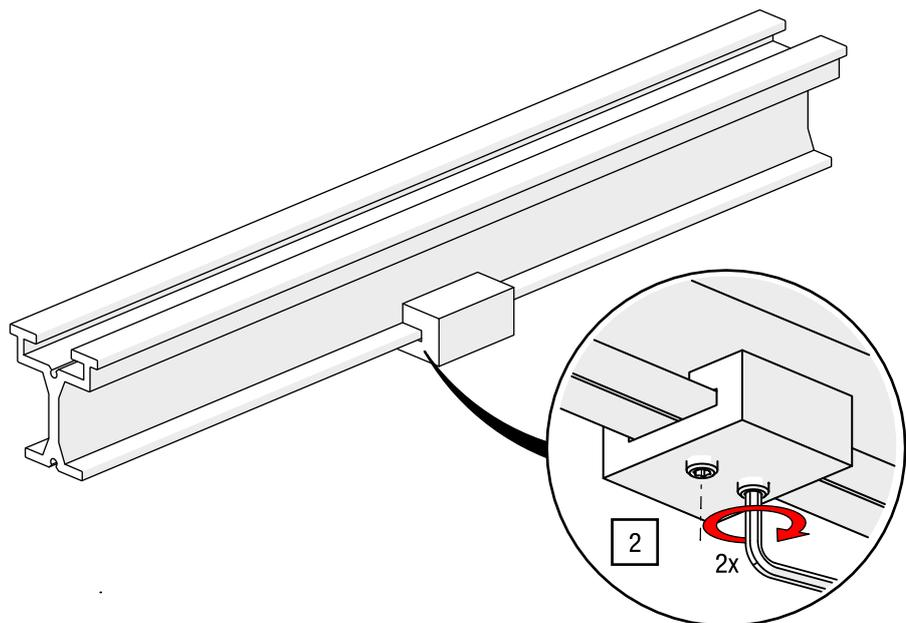

Abb. 51: Endanschlag HD – Madenschrauben anziehen
2. Ziehen Sie die M6 Madenschrauben mit einem ISK SW 3 mit 11 Nm an (siehe Abb. 51).